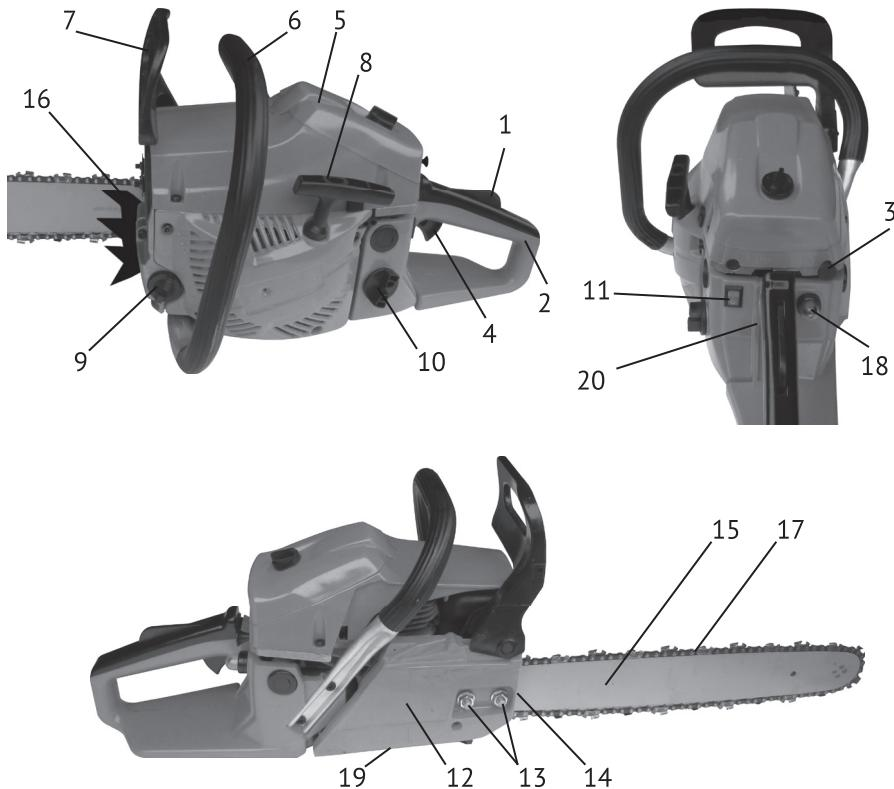

рис.1
Бензопила – инструмент, использующий в качестве привода одноцилиндровый двухтактный бензиновый двигатель внутреннего горения. Рабочим органом пилы является пильный аппарат, состоящий из бесконечной (замкнутой) пильной цепи (рис.1 поз.17), бегущей по шине (рис.1 поз.15).
Двигатель работает на топливе из смеси неэтилированного бензина с октановым числом не менее 92 и специального масла для 2-тактных двигателей. Он оснащён мембранным карбюратором и электронной системой зажигания. Для запуска двигателя служит ручной стартёр (рис.1 поз.11) и ручной насос (например, рис.1 поз.18) для предварительной подкачки топлива в карбюратор.
Ведущая звёздочка приводится в движение автоматической муфтой сцепления. На холостых оборотах зацепление не происходит, и пильная цепь не движется. Увеличиваем обороты двигателя до рабочих нажатием на рычаг управления дросселем (рис.1 поз.4). При этом колодки муфты сцепления расходятся и входят в зацепление с барабаном. Вращение начинает передаваться на приводную звёздочку пильной цепи. После отключения рычага управления дросселем, обороты двигателя снижаются до холостого хода (около 4000 об/мин), цепь автоматически останавливается. Остановка цепи также осуществляется механическим тормозом двойного действия: вручную, нажав левой рукой на щиток тормоза (рис.1 поз.7) от себя, или при срабатывании автоматического инерционного привода (при отскеke, защемлении цепи).
Две рукоятки пилы – передняя (рис.1 поз.6) и задняя (рис.1 поз.2) оснащены устройством виброгашения.
2.4 Общий вид бензопилы представлен на рис.1
2.5.1 Установка зубчатого упора (рис.1 поз.16)
Перед монтажом зубчатого упора убедитесь, что переключатель зажигания (рис.1 поз.11) находится в положении «0» - выключено.
- открутите с помощью комбинированного ключа гайки (рис.1 поз.13) крепления шины и снимите тормоз цепи в сборе;
- Ослабьте с помощью комбинированного ключа с снимите с пилы гайки (рис.1 поз.13)
- При снятом тормозе цепи, установите шину (рис.1 поз.15) на крепёжные шпильки в крайнее заднее положение.
- Пильную цепь (рис.1 поз.17) наденьте на ведущую звёздочку, расположенную за барабаном сцепления. Уложите верхнюю часть цепи в паз шины, пропустите цепь между зубцами ведомой звёздочки на переднем конце шины. Потяните шину вперёд так, чтобы нижняя часть цепи «села» в паз шины. Проверьте, чтобы направление зуба цепи совпадало с направлением, указанном на корпусе. Убедитесь, что тормоз цепи находится в выключенном положении.
- Удерживая шину с цепью, установите тормоз цепи на крепёжные шпильки, так чтобы сухарь винта натяжителя цепи (рис.1 поз.14) попал в регулировочное отверстие хвостовика шины.
- Затяните гайками (рис.1 поз.13) шину и тормоз цепи вручную.
! *Внимание! Перед регулировкой натяжения цепи убедитесь, что гайки крепления шины (рис.1 поз.13) немнogo ослаблены.*
Регулировка натяжения цепи производится винтом (рис.1 поз.14) при ослабленных гайках крепления шины:
- отверните пробку маслобака (рис.1 поз.9);
Расход масла для смазки цепи регулируется винтом (рис.1 поз.19). При повороте винта по часовой стрелке расход масла уменьшается, при повороте против часовой стрелки – увеличивается (символы MAX и MIN на корпусе).
- установите переключатель зажигания (рис.1 поз.11) в положение «1» - включено;
- несколько раз медленно нажмите на колпачок праймера (рис.1 поз.18) для подкачки топлива, пока смесь не заполнит резиновый колпачок кнопки;
- вытяните до упора кнопку воздушной заслонки (рис.1 поз.3) из корпуса бензопилы;
- нажмите последовательно рычаг безопасности (рис.1 поз.1) и рычаг управления дросселем (рис.1 поз.4), зафиксируйте их в этом положении кнопкой фиксации (слева на задней рукоятке, рис.1 поз.20 на фото не показана);
- правой рукой за рукоятку стартёра (рис.1 поз.8) сделайте несколько коротких рывков шнура стартёра до первых признаков запуска двигателя (схватывание);
- установите переключатель зажигания (рис.1 поз.11) в положение «I» - включено;
- при необходимости, несколько раз медленно нажмите на колпачок праймера (рис.1 поз.18) для подкачки топлива, пока смесь не заполнит резиновый колпачок кнопки;
- вытяните до упора кнопку воздушной заслонки (рис.1 поз.3) из корпуса бензопилы, затем задвиньте полностью обратно (заслонка заняла пусковое положение);
- вывернуть свечу зажигания, которая находится под крышкой (рис.1 поз.5) воздушного фильтра;